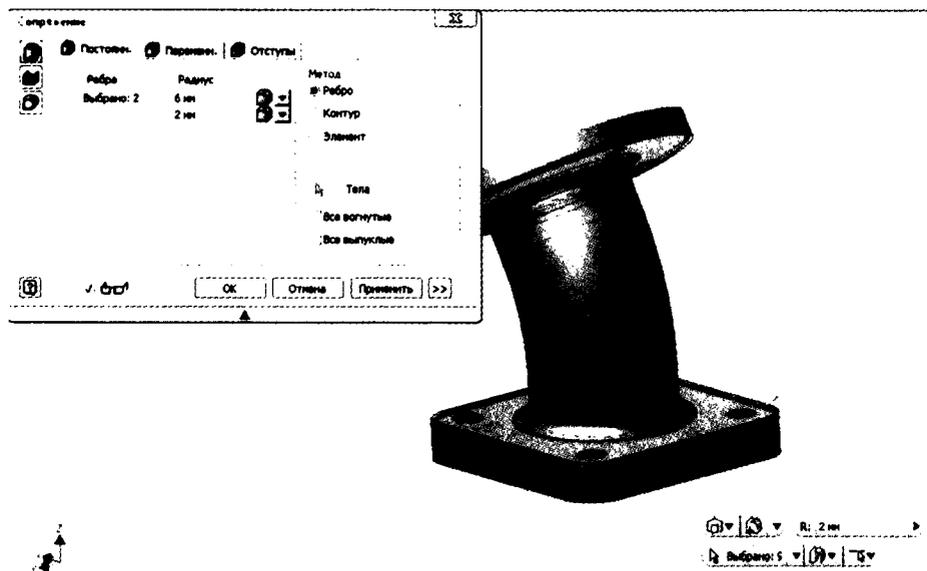

Рис. 3.26. Вы можете добавить несколько скруглений с разными радиусами в один элемент сопряжения
8. Щелкните на внешней верхней кромке элемента выдавливания и нижней кромке элемента вращения для установки скруглений. См. рис. 3.26.